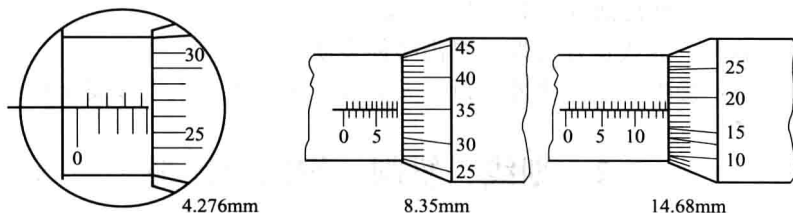

图 1-11 千分尺读数示例
① 以游标（副尺）零刻线位置为准，在尺身上读出游标零线左侧的刻度在尺身（主尺）上的整数部分，图示为 33mm。
② 在游标上查出与尺身刻线对齐的那一条刻线，读出该刻线在游标上的格数，将其与精度 0.02mm 相乘，就得到读数的小数部分，图示为 $12 \times 0.02 = 0.24\text{mm}$ 。
③ 将所得到的整数部分和小数部分相加，得到总尺寸为 33.24mm，如图 1-11 所示。
(4) 千分尺
千分尺的读数机构由固定套筒和微分筒组成, 如图 1-11 所示, 测微螺杆上螺纹的螺距为 0.5mm, 当微分筒转动一周时, 测微螺杆就轴向移动 0.5mm。固定套筒上刻有间隔为 0.5mm 的刻度线, 微分筒左侧锥形圆周上均匀刻有 50 等份的刻度线。因此, 当微分筒每转一格时, 测微螺杆就移动 $0.5/50 = 0.01 \text{ mm}$ 。千分尺的读数步骤如下。